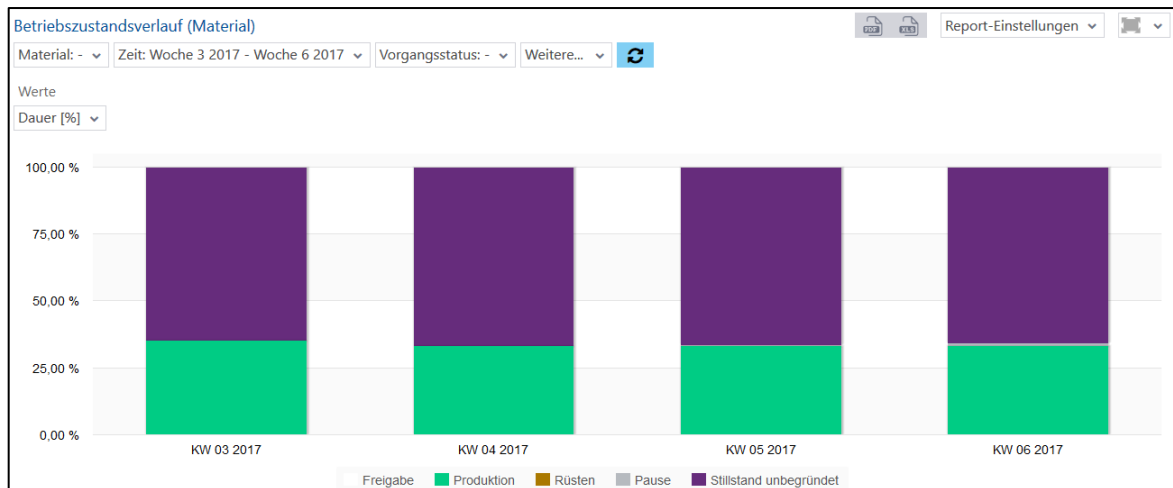

Bild 69: Betriebszustandsverlauf (Material) als Säulendiagramm
- Betriebszustandsverlauf (Material) als Säulendiagramm (Bild 69):